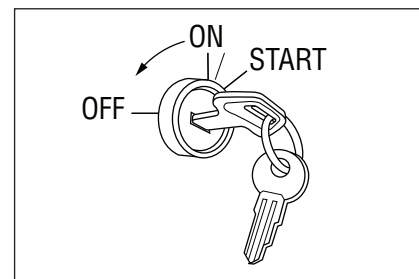

Figura 5
7. Mueva la llave de encendido a 'On' por 10 segundos; apague por 30 segundos, y seguido proceda a poner en marcha el motor (Figura 5)